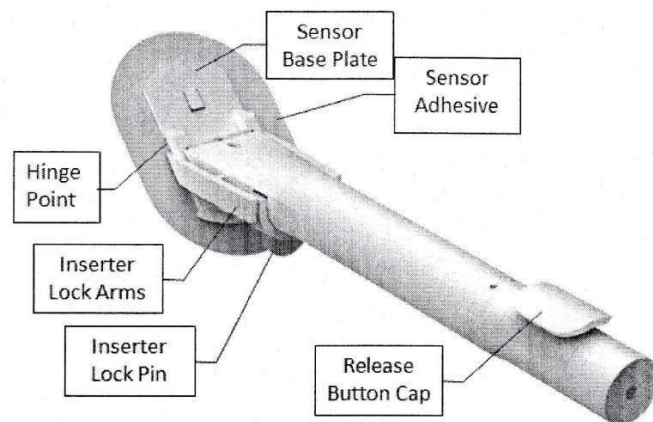

Рисунок 2. Комплект сенсора (сенсор і пристрій введення)
- Сенсор являє собою чотириелектродну гнучку невеличку смужку, в комплекті з пристроєм введення, упаковану стерильно для безпосереднього використання (рис. 2).